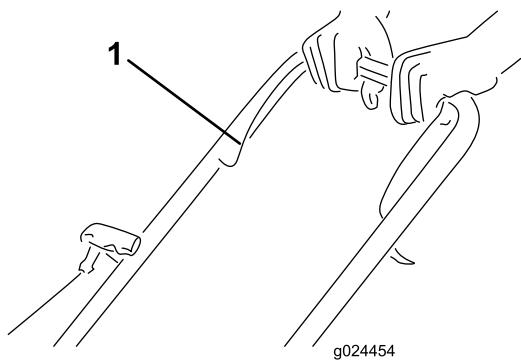

図 14
- ブレードコントロールバーをハンドルに引き付けるようにして握り込む図 14。